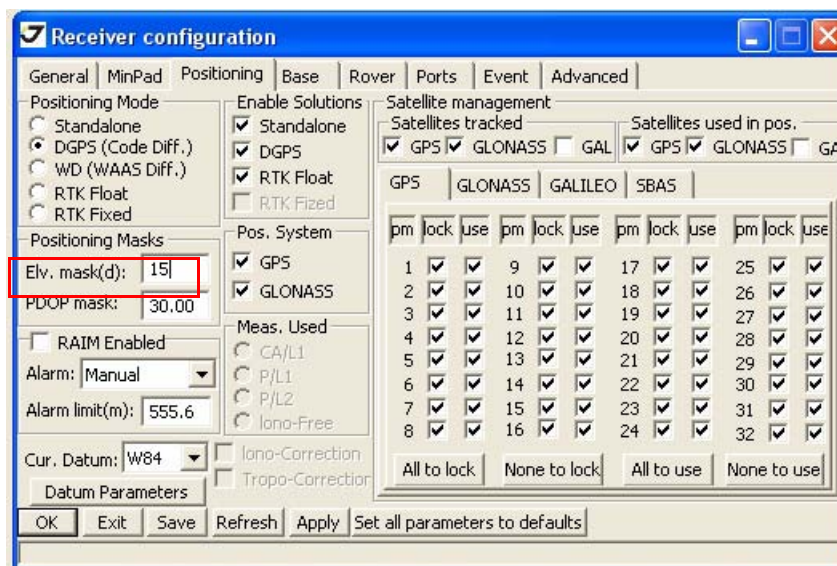

Рисунок 3-4. Настройки приемника – Elevation Mask
- Перейдите в закладку *Positioning* и установите угол возвышения (Elevation mask) 15 (Рисунок 3-4), затем нажмите *Apply*.